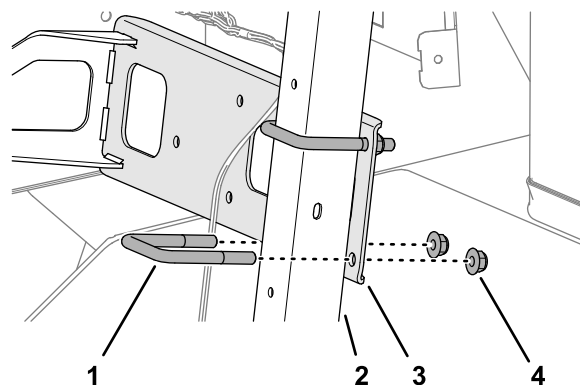

Bild 76
4. Montieren Sie die Verteilerbefestigung mit zwei U-Bügeln ($\frac{3}{8}$ ") und vier Sicherungsbundmutter ($\frac{3}{8}$ ") lose am Stützrohr des Armaturenbretts (Bild 76).